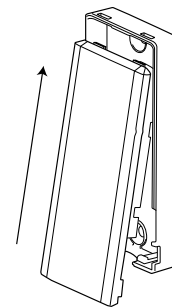

Figura 7: Cierre de la cubierta del dispositivo
4. Enganche las tapas al dispositivo y a la base magnética. Ver Figura 7.